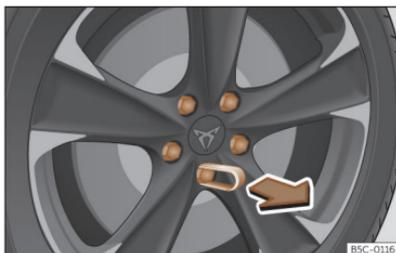

Fig. 207 Roue : boulons de la roue avec capuchons.
- Encastrez la pince en plastique (outillage de bord >>> **fig. 178**) sur le capuchon jusqu'à ce qu'elle s'emboîte >>> **fig. 207**.